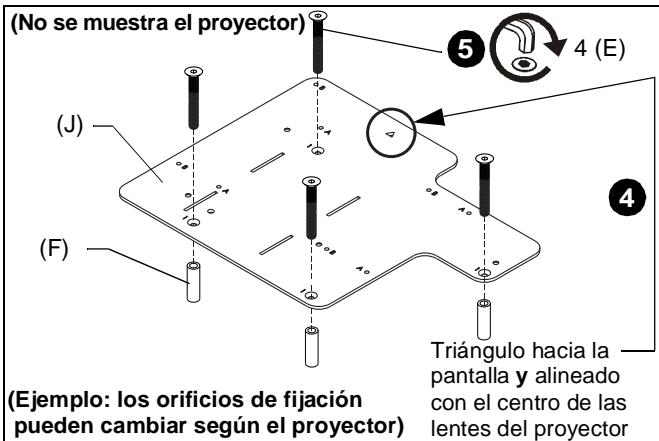
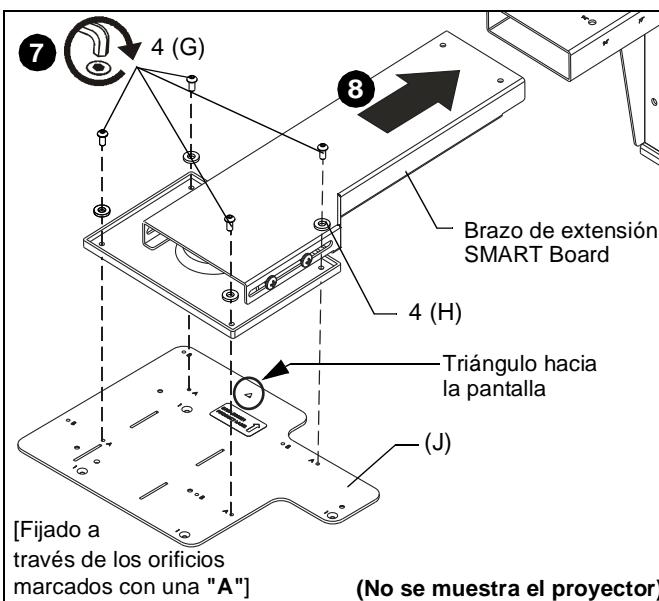

Figura 5
Figura 6
- Coloque cuatro separadores (F) sobre los encastres enroscados en la parte inferior del proyector.
- Coloque el soporte de acoplamiento (J) [con los orificios marcados con una "A" y una "B" de manera visible] en la parte inferior del proyector, alineando los orificios de montaje del soporte (marcados con un "1") con los separadores y los encastres enroscados de la parte inferior del proyector, asegurándose de que el triángulo del soporte apunte hacia la pantalla y esté alineado con el centro de las lentes del proyector. (Consulte la figura 5)
- Coloque cuatro tornillos de cabeza plana hexagonal M4 x 35 mm (E) en los orificios de montaje marcados con un "1", a través de los separadores (F) y dentro de los encastres enroscados.
- Fije el soporte de acoplamiento (J) con el proyector Epson al extremo del brazo de extensión SMART Board existente a través de los orificios de montaje marcados con una "A" utilizando cuatro tornillos de cabeza redonda M4 x 8 mm (G) y cuatro arandelas M4 (H). (Consulte la figura 6)
- Deslice el brazo de extensión SMART Board en la ubicación correcta del soporte SMART Board según la extensión y el peso indicados en el modelo del proyector y el modelo del SMART Board, siguiendo la información de la Tabla 2. (Consulte la figura 6)